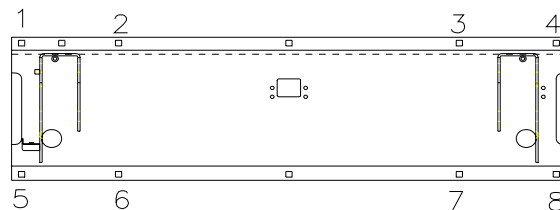

FIGURA 2-5: ORIFICIOS EN LA PLACA DE BASE DE LA FURGONETA
- 1) Consulte la **Figura 2-5**. Marque y taladre en el piso del vehículo cuatro agujeros de 25/64" para montar la placa de base (1, 2, 3 y 4). (En furgonetas Dodge y GM, debe taladrar a través del piso del vehículo y del bastidor).